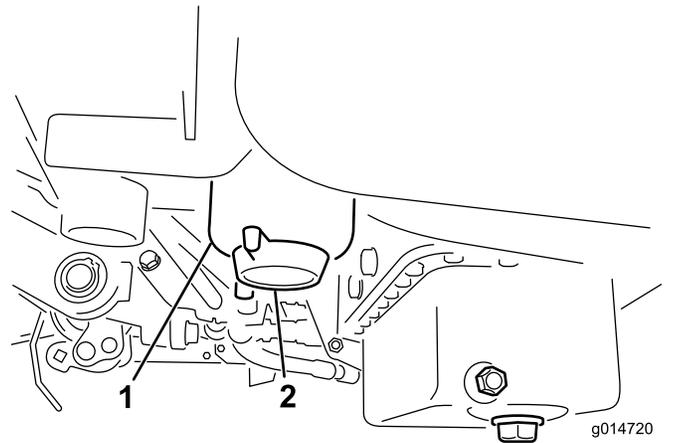

図 42
2. フィルタ容器 (図 42) の周辺をウェスできれいにぬぐう。
4. フィルタのドレンプラグを開く 図 42。